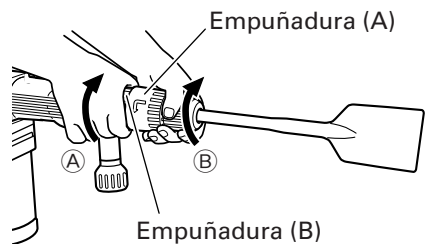

Fig. 4
- (1) Como se muestra en la Fig. 4, si la empuñadura (A) se gira en el sentido de Ⓑ cuando la empuñadura (B) esté girada 60 grados en el sentido de Ⓐ, el ángulo de la cuchilla podrá cambiarse libremente hasta la posición deseada.